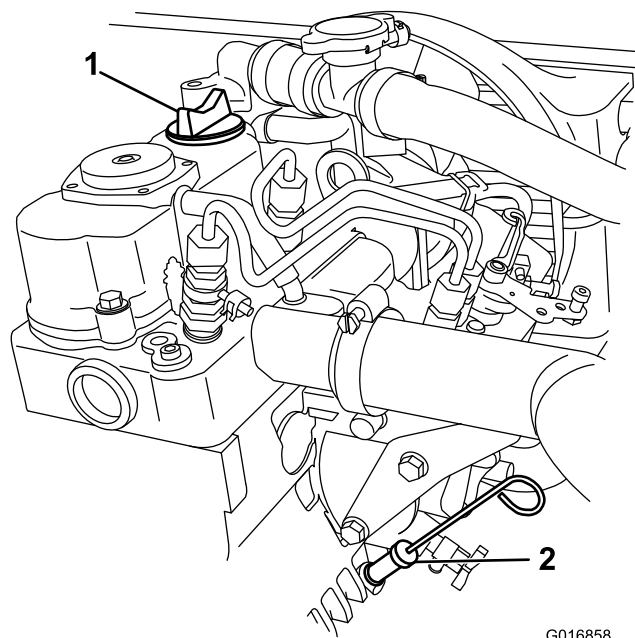

Figura 37
8. Limpie alrededor de la varilla de aceite y el tapón de llenado, y retire la varilla de aceite (Figura 37).